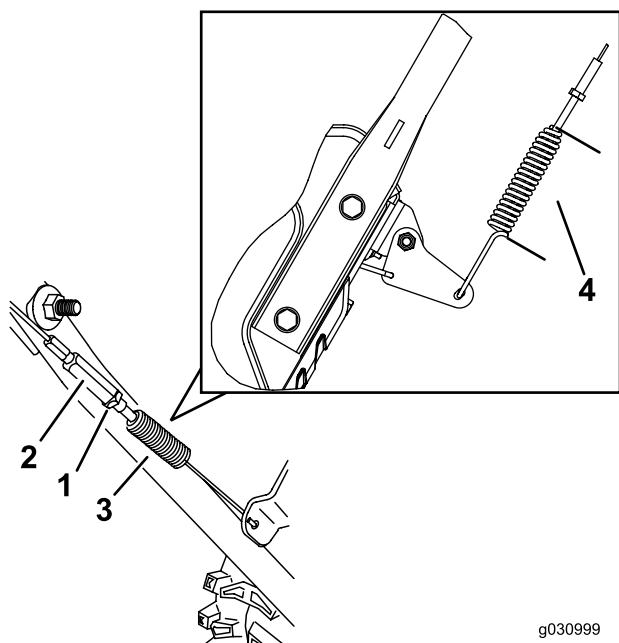

Figura 27
3. Allentate o serrate il tornichetto per regolare la lunghezza della molla a 5,5 cm, come illustrato nella Figura 27.
- Serrate il controdado (Figura 27) assicurandovi che vi sia una leggera tensione sul cavo.